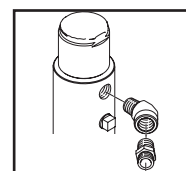

Fig. 8
- Dacă folosiți buncărul opțional, scoateți racordul cu mamelon de pe filtru. Instalați cotul de 45° în filtru și instalați racordul cu mamelon în cot. Apoi conectați furtunul la mamelon. (Fig. 8)